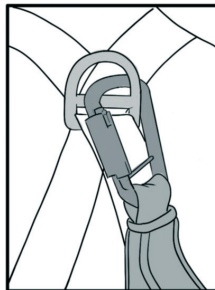

fig.2
2. Achten Sie vor Arbeiten in Höhe darauf, dass die Schraubverbindung am Fallbrems- und Absturzsicherungsgurt gesichert und das Spannelement festgezogen ist (Abb. 2).